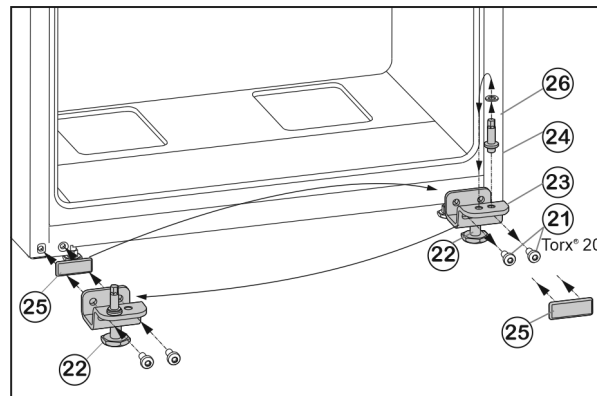

Fig. 9
- Odvijte pritrdilna vijaka Fig. 9 (21).
- Odstranite ležajni podstavek spodaj Fig. 9 (23) skupaj z osovino ležaja Fig. 9 (24), podložko Fig. 9 (26) in nastavljivo nogo Fig. 9 (22).
- Odvijte osovino ležaja Fig. 9 (24) skupaj s podložko Fig. 9 (26) in jo prestavite v nasprotno odprtino ležajnega podstavka ter močno privijte.
- Previdno snemite pokrovček Fig. 9 (25) in ga prestavite na nasprotno stran.
- Ležajni podstavek spodaj Fig. 9 (23), skupaj z osovino ležaja Fig. 9 (24), podložko Fig. 9 (26) in nastavljivo nogo Fig. 9 (22), ponovno **dobro (s 4 Nm)** privijte na novo stran tečajev vrat, po potrebi z akumulatorskim izvijačem.
- Vrata od zgoraj nasadite na ležajni sornik Fig. 9 (24).
- ▶ Nastavljivo nogo *Fig. 9 (22)* na ležajnem podstavku spodaj *Fig. 9 (23)* odvijte, dokler ne stoji trdno na tleh.